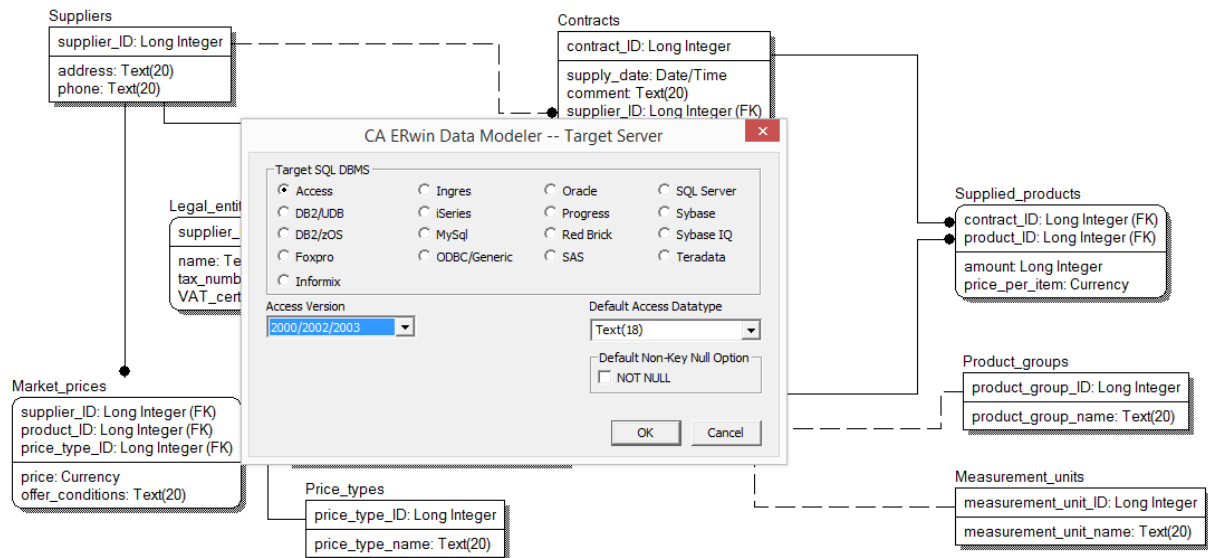

Рисунок 12
4. Перевірити установку цільової СУБД (рисунок 12).